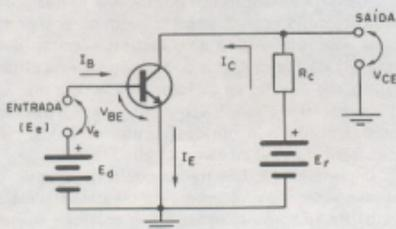
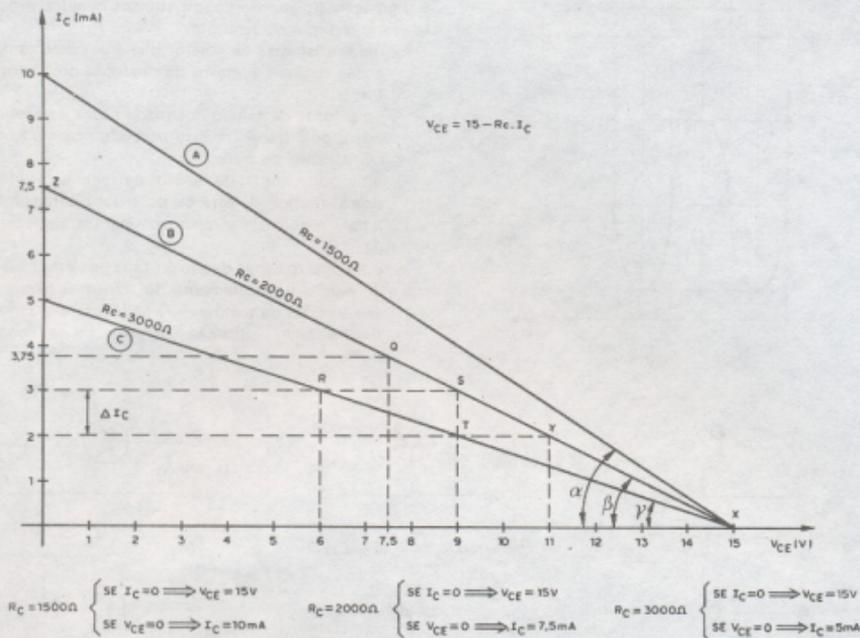
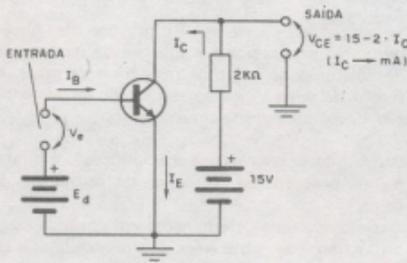
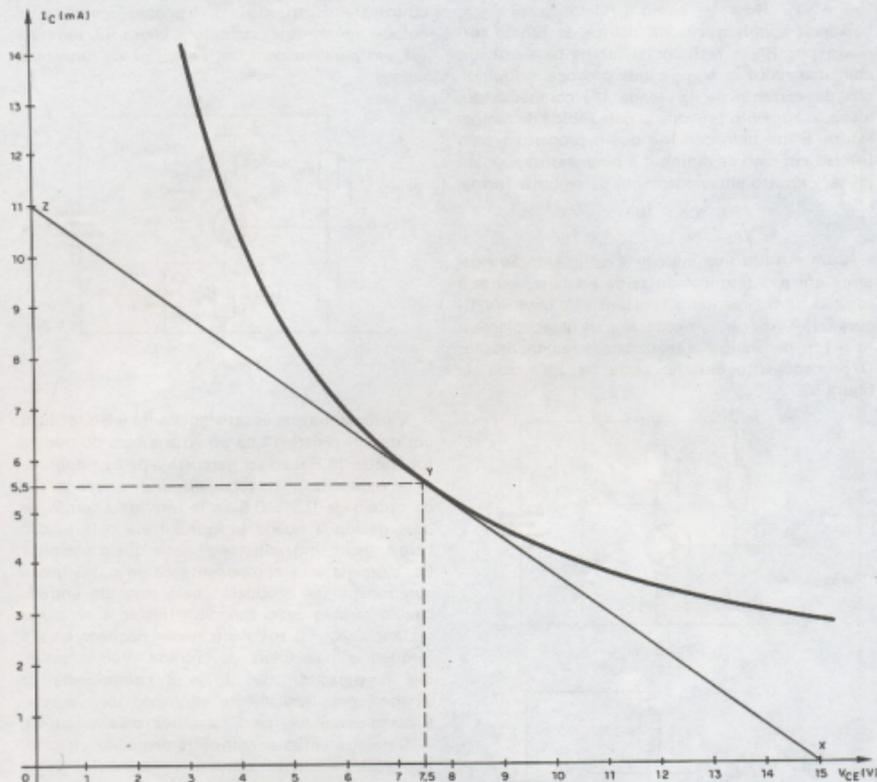

Figura 44
Figura 45
Figura 46
Figura 48
Como a resistência de carga define o ponto de trabalho (ponto quiescente) do transistor e, em consequência, o fator de amplificação do transistor, é por aqui que iniciaremos o nosso estudo, tomando por base o circuito da figura 44.
Vimos que a amplificação do transistor é obtida ao aplicar-se um pequeno sinal à entrada do circuito (figura 44) o qual produz acentuadas variações
Colocada uma determinada resistência de carga a um transistor, obteremos dois pontos limites de operação do transistor os quais definem uma reta, denominada *reta de carga*, em um gráfico cartesiano I_C versus V_{CE} — que é uma reta "tá na carga" em virtude da equação 1 acima; há de se notar que a inclinação dessa reta depende da resistência de carga R_C como bem o mostra os gráficos da figura 45 para um determinado valor de tensão para E_r , supostamente fixo e igual a 15 volts.
Para compreender melhor o significado e a construção da reta de carga reportemo-nos ao circuito prático da figura 46; como todos os pontos
Um ponto de operação pode ser o que supõe o transistor não conduzindo (transistor no corte ou cortado) e portanto $I_C = 0$; de acordo com a expressão de saída desse circuito (figura 46) temos:
e o primeiro ponto da reta de carga fica determinado pelo par (15; 0) — ponto X da figura 45.
I_C e obter o correspondente valor de V_{CE} . Assim, supondo $I_C = 2\text{ mA}$ temos, $V_{CE} = 15 - 2 \times 2 = 11V$. Com este segundo ponto de coordenadas (11; 2), que designaremos por Y, fica definida a reta de carga e ela poderá ser traçada tal como foi feito na figura 45, reta (B).
Além da obtenção dos pontos X e Y, que por si estabelecem a reta de carga, convém obter o ponto onde essa reta corta o eixo vertical — ponto Z da reta (B) da figura 45; as coordenadas deste último ponto são obtidas ao se fazer $V_{CE} = 0$, o que implica em $0 = 15 - 2 \times I_C$ ou $I_C = 7,5\text{ mA}$ (na prática apenas são obtidos os pontos X e Z para caracterizar a reta de carga do circuito).
O ponto Z (0; 7,5) indica que toda a tensão de alimentação, 15V, é absorvida pela resistência de carga R_c (é como se os terminais coletor e emissor do transistor estivessem em curto, ou seja, quando o transistor se encontra "super conduzindo" — transistor saturado); então para determinar o I_C , neste caso máximo, basta aplicar a lei de Ohm à resistência de carga tal qual foi feito acima e na figura 45.
Disso tudo concluímos que as características de corrente e tensão do circuito amplificador da figura 46 "dançam" ao longo da reta (B), limitada pelos pontos X e Z, da figura 45.
Ainda em relação à figura 45 extraímos as seguintes conclusões importantes:
- A amplificação de tensão cresce ao aumentar o valor de R_c , porque ao ter-se menor inclinação, com um valor fixo de variação para I_C , se obtém maior variação de V_{CE} ; assim, para $\Delta I_C = 1\text{ mA}$ ($2\text{ mA} \leq I_C \leq 3\text{ mA}$) a reta (C) do gráfico ($R_c = 3000\ \Omega$) nos fornece $\Delta V_{CE} = V_T - V_R = 9 - 6 = 3\text{ V}$, enquanto para a reta (B) ($R_c = 2000\ \Omega$) temos, para o mesmo valor de ΔI_C , $\Delta V_{CE} = 11 - 9 = 2\text{ V}$;
- A máxima corrente de coletor que pode circular pelo transistor é tão maior quanto menor for R_c como bem o mostra a figura 45: para $R_c = 3000\ \Omega \Rightarrow I_{C\text{máx.}} = 5\text{ mA}$; para $R_c = 2000\ \Omega \Rightarrow I_{C\text{máx.}} = 7,5\text{ mA}$ e assim por diante. Concluímos então que a amplificação de corrente é inversamente proporcional ao valor da resistência de carga;
- A potência a ser dissipada pelo transistor ($V_{CE} \times I_C$) é tão maior quanto menor é R_c . Obs.: Ainda que tenhamos desenhado retas na figura 45, em realidade isso não ocorre, principalmente nos pontos de operação próximos aos limites dados pelos pontos X e Z, respectivamente transistor em corte e saturação — a região de maior linearidade é a central, é justamente por esse motivo que se necessita um pequeno valor de tensão capaz de polarizar constantemente a base do transistor para que, sem sinal de entrada, o ponto quiescente Q do mesmo se situe na região o mais central possível; este ponto de operação irá deslocar-se em sua volta, ao longo da reta de carga, quando se aplica um sinal de entrada para amplificar; na reta (B) da figura 45 marcamos o ponto quiescente para o circuito amplificador da figura 46: $Q \rightarrow V_{CE} = 7,5\text{ V}$ ($15 \div 2$) e $I_C = 3,75\text{ mA}$ ($7,5 = 15 - 2 \times I_C$).
Tendo em conta o exemplo precedente, no qual a alimentação do circuito é de 15 volts, conhece-se o ponto comum de todas as retas de carga (ponto X — figura 45 — com $I_C = 0$ e $V_{CE} = 15\text{ V}$). Deste ponto partirão todas essas retas de carga correspondentes às resistências que se "pendurem" no coletor do transistor (figura 44), e como interessa conhecer a de menor valor, a reta que determina essa resistência será a que ocupar a posição mais vertical permitida, ou seja, a tangente à curva de máxima potência que parte do ponto comum X tal qual se ilustra na figura 48; o ponto de tangência Y ($V_{CE} = 7,5\text{ V}$ e $I_C = 5,5\text{ mA}$) entre a curva e a reta de carga, define a resistência mínima de carga cujo valor se obtém aplicando a lei de ohm. Para esse exemplo temos: R_c (mín.) = $7,5\text{ V} / 5,5\text{ mA} \cong 1,36\text{ k}\Omega$ — qualquer outra carga de resistência menor que este valor irá danificar o transistor em
Sabemos que o ponto de repouso requer uma tensão constante no circuito de entrada no transistor; com essa tensão se obriga o transistor a trabalhar no ponto central da reta de carga e oscilar em torno dele quando à mencionada tensão cc se acrescentar o sinal que se quer amplificar. Pois bem, tendo em mente que o transistor necessita de elevada tensão de polarização reversa em seu coletor, a qual é limitada pela tensão máxima admissível indicada nas características do transistor assim como pelos valores usuais das fontes de alimentação que fornecem corrente ao circuito, podemos, a partir da elevada tensão de polarização reversa, obter a tensão cc constante para o circuito de entrada, poupando dessa forma a fonte E_D assinalada na figura 44 ou 47.